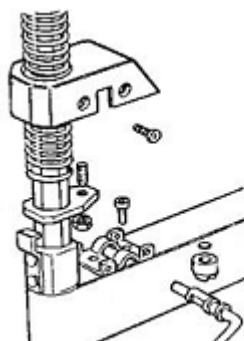

рис.10
7) Если блокировка не фиксирует ось, либо насадка не поднимается хотя бы на 1/8" над ободом колеса, что необходимо для работы, отрегулируйте гайки как показано на рис.10